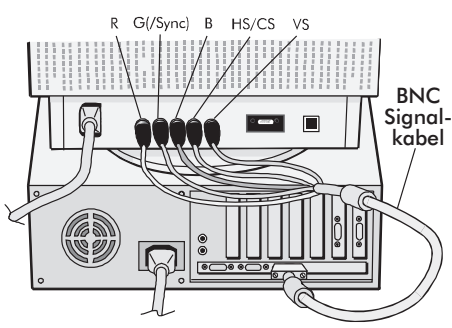

Abbildung C.1
3. Schließen Sie die BNC Stecker entsprechend der Kennung Rot Grün Blau an die gleichen Buchsen am Monitor an. Hat Ihr BNC Kabel nur vier Anschlüsse, so wird das Composite SYNC-Kabel an den Anschluß HS/CS des Monitors angeschlossen. Ist ein fünfter Stecker am Kabel vorhanden, so schließen Sie es am Anschluß VS am Monitor an. (Abbildung C.1)